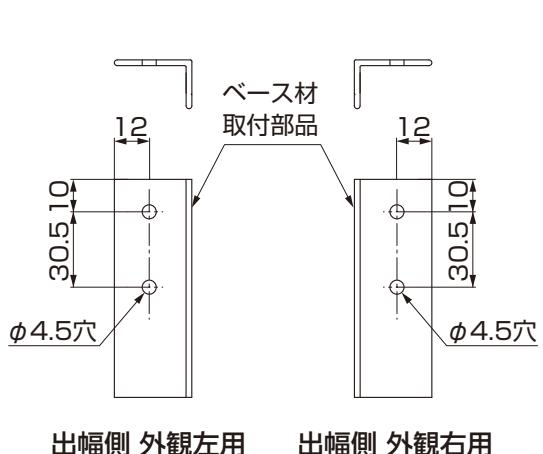

図10-5 ベース材取付部品躯体側の加工
- ①ベース材取付部品にφ4.5の穴加工をしてください。(図10-5参照)
- ②ベース材取付部品を車体に【20-2】、【20-3】、柱に【20-1】で取付けてください。